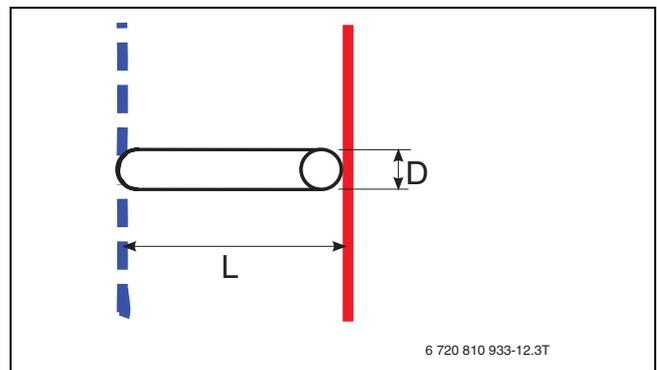
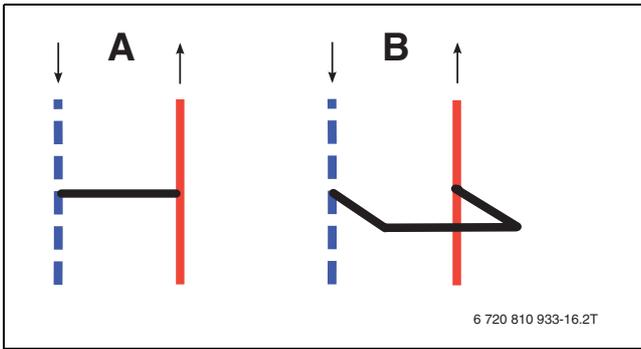

Рис. 7 Байпас, подробный вид (→ [1] [AWES/AWBS] рис. 5 и 6)
Рис. 8 Байпас
- [1] Байпас (→ рис. 7) (→ [1] таб. 13)
([A] → рис. 8) Минимальная длина байпаса ([L] → рис. 7)	([B] → рис. 8) Минимальная длина байпаса ([L] → рис. 7)